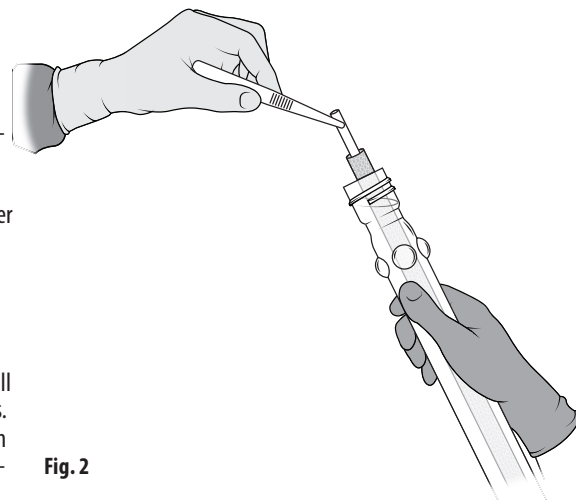

Fig. 2
- Mandrängen flyter ovanför rörets öppning. Avlägsna proteserna aseptiskt från röret genom att gripa tag i änden av mandrängen och försiktigt lyfta den ut ur röret. Fig. 2. Låt inte proteserna vidröra den yttre övre kanten av röret. "T" på den nedre delen av mandrängen förhindrar att proteserna glider av mandrängen.